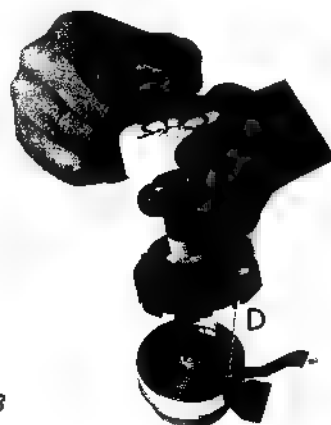

Fig. 8
- Place the tool on the cylinder; make sure that all three pins are in mesh with the plate, and place the cylinder so that the pin D fits into the hole on the stator (the arrow on the protection cover shall point towards the scanner PCB). See fig. 8.
- Das Werkzeug an der Kopftrommel anbringen, wobei darauf zu achten ist, daß alle 3 Beine mit dem Sicherungsring im Eingriff sind und die Kopftrommel so anbringen, daß der Zapfen D ins Loch am Stator hineinpaßt (der Pfeil an der Schutzkappe muß gegen die "Scanner"-Platine zeigen). Siehe Abb. 8.
- Positionner l'outil sur le tambour, vérifier que les 3 doigts sont en prise avec la bague d'arrêt et régler le tambour pour que le tenon D s'engage dans l'orifice du stator (la flèche du boîtier de protection doit être orientée vers la carte d'analyse). Fig. 8. Engager le tambour neuf avec précaution en exerçant une pression d'1 N pour le repousser vers le stator. Le verrouiller en tournant la poignée vers "close".